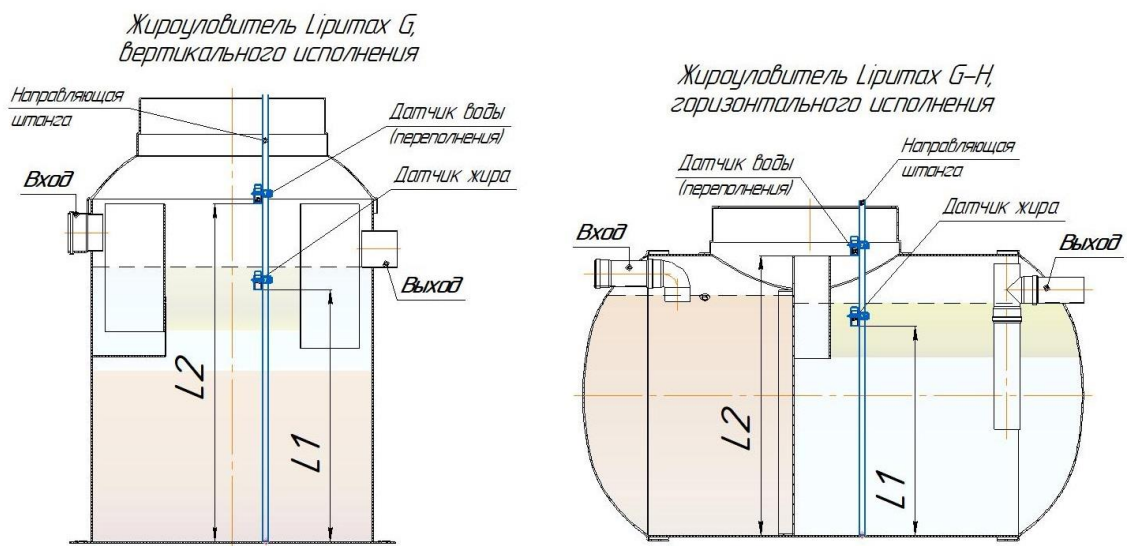

Рис. 6 – Размещение датчиков в ёмкостях. Отметки размещения датчиков на направляющей штанге [L1] и [L2] изложены в таблицах 1 и 2.
6) Выбрать отметку размещения нижней кромки датчика относительно нижнего края направляющей штанги (табл.1 и 2). Закрепить фиксатор с датчиком на направляющей штанге, затянув хомут. Рис.6 и 5.